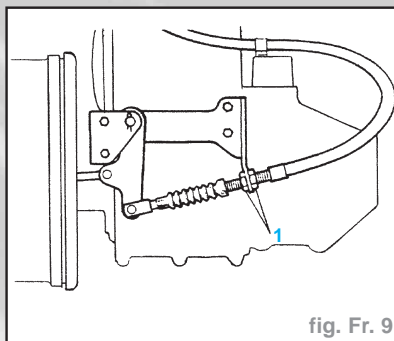

fig. Fr. 9
- De dessous le véhicule, desserrer les deux contre-écrous (1) du frein de stationnement de façon à libérer le câble (Fig. Fr. 9).